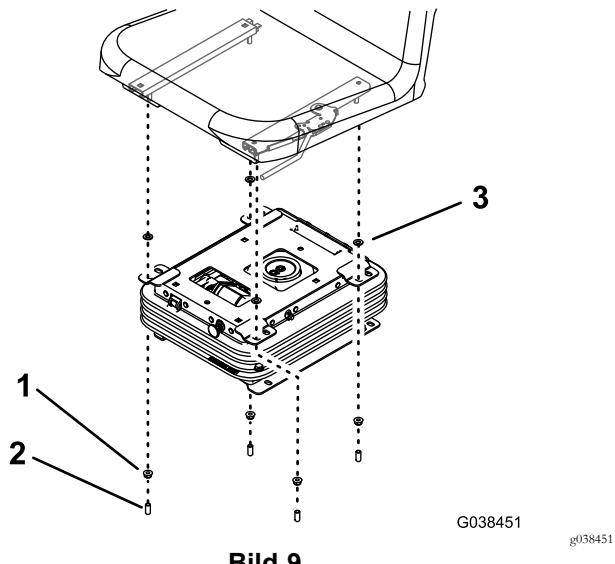

Bild 9
- Befestigen Sie die Sitzeinsteller mit vier Scheiben, vier Muttern und vier Kappen an der Federung (Bild 9).